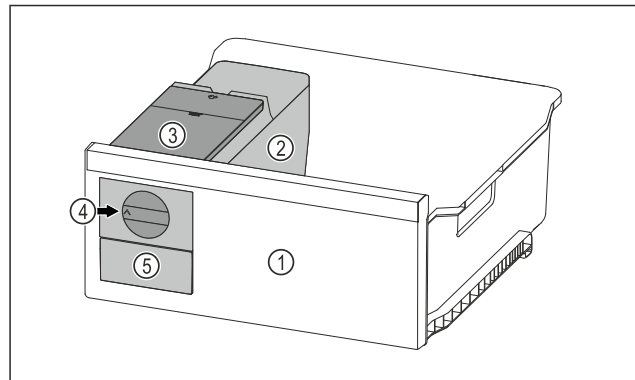

Fig. 179 Örnek gösterim
- Çevirmeli düğmeyi Fig. 179 (4) saat dönme yönünde sonuna kadar çevirin.
- Buz küpü kabındaki buz küpleri buz küpü çekmecesine Fig. 179 (5) düşer.